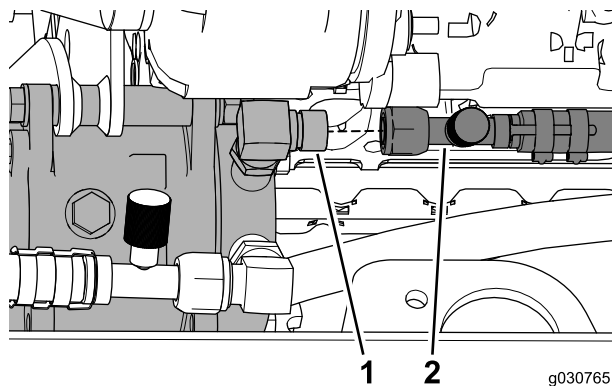

図 43
3. キャブユニットからのエアコン用高圧ホース 3/4 インチを、図 43に示すように90度フィッティング3/4 インチに接続する。